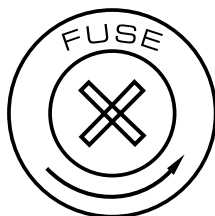

Fig.11
2. Con un cacciavite, rimuovere il portafusibile dalla sua sede (fig.11) e il fusibile bruciato dal suo supporto; sostituire il fusibile con uno identico per tipologia e valore (T 5 A).